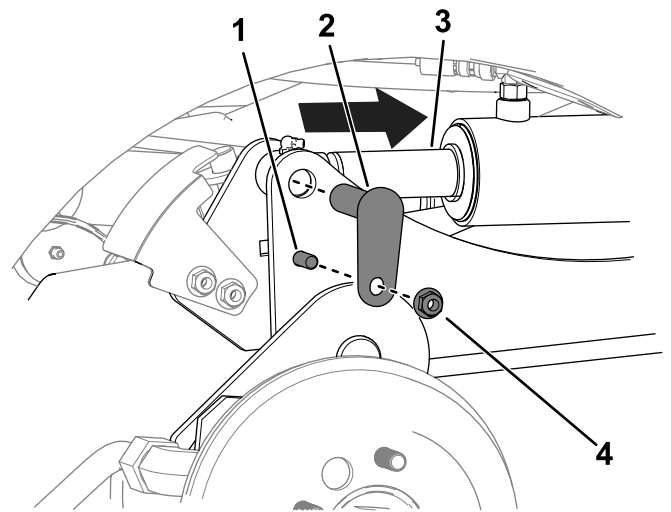

図 11
- C. ポンチを使って、シリンダロッドの穴と昇降アームの穴を揃える図 11。
- D. ボルト $\frac{3}{8}$  x  $1\frac{1}{4}$ "2本、ナット $\frac{3}{8}$ "2個、小さいピン2本を使用して、昇降アームをシリンダに固定する図 11。